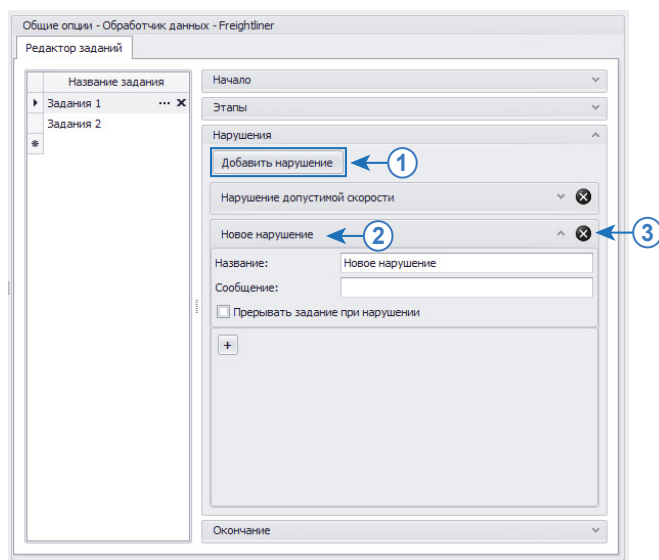

Рис.291. Добавление нового нарушения.
Кроме стандартных нарушений могут быть настроены дополнительные, например, превышение скорости при выполнении задания, выезд из маршрута, если задание предполагает движение по заданному маршруту. Для настройки таких нарушений необходимо развернуть панель «Нарушения» (Рис.291).
- нажать кнопку «Добавить нарушение» (Рис.291, п.1). Появится новое нарушение (Рис.291, п.2);